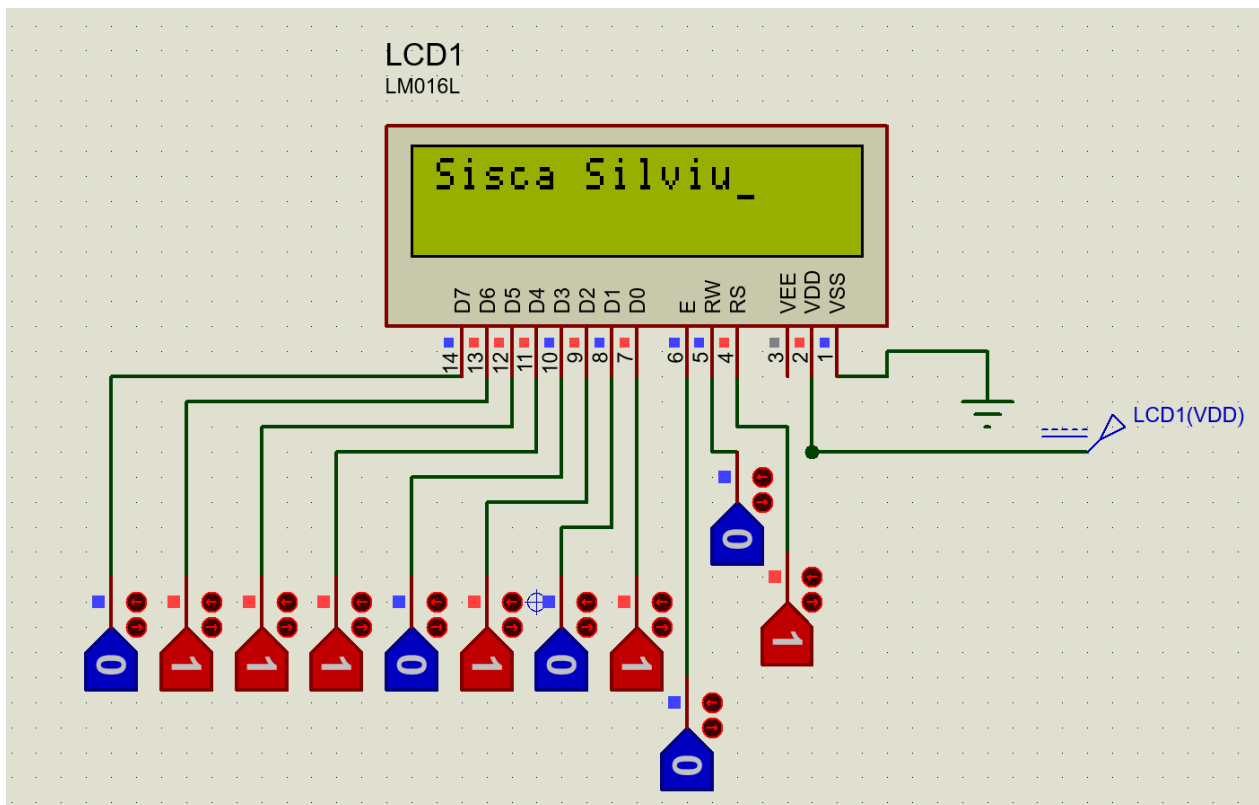

Figura 3: Scrierea pe primul rând – Rezultat parțial
1. Scrierea pe primul rând: S-au trimis caracterele “Sisca Silviu”, rezultatul parțial fiind prezentat în Figura 3.